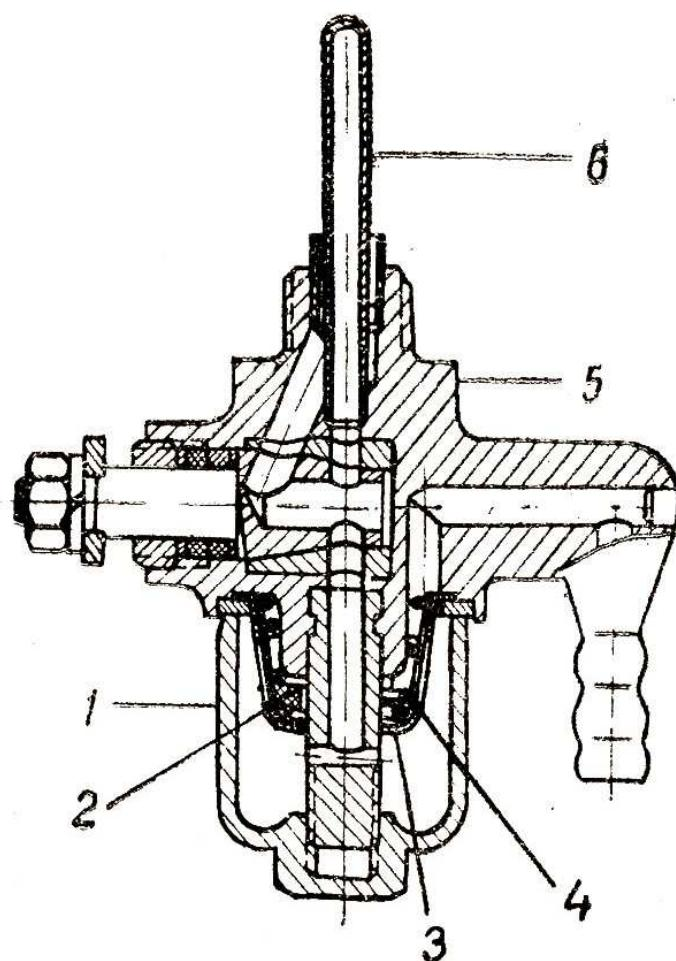

Рис. 6. БЕНЗОКРАНИК
1. БЕНЗОКРАНИК (рис. 6). Для чистки отстойника закрыть бензокранник, отвернуть отстойник 1, извлечь из него сетку 2, решётку 3 и пружину 4. Промыть в бензине, собрать и установить на место.